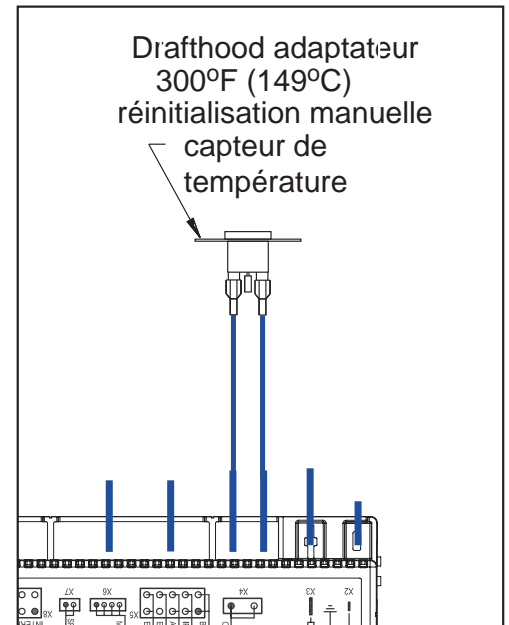

Figure 44: schéma de câblage de l'interrupteur de déversement
Étape 5: Insérez les fils de l'interrupteur renversé dans le bornier ON / OFF et serrez les vis de réglage. Notez qu'il n'y a pas de polarité sur les fils de l'interrupteur de déversement, de sorte qu'il fonctionnera dans l'une ou l'autre position des fils (Figure 44).